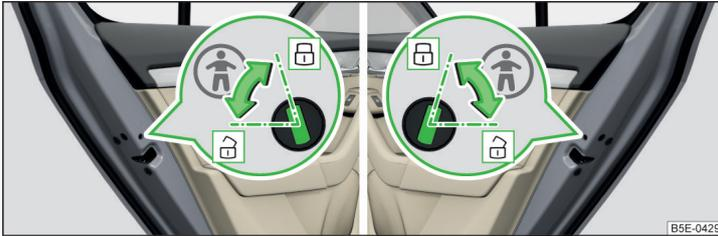

Abb. 36 Hintertür: Kindersicherung ein- / ausschalten
- Zum **Einschalten** die Sicherung mit dem Fahrzeugschlüssel in die Position drehen » Abb. 36.